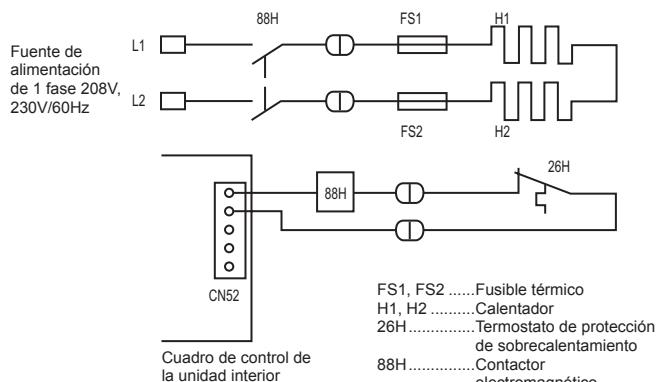

Fig. 6-2
- Circuito recomendado (Fig. 6-2)